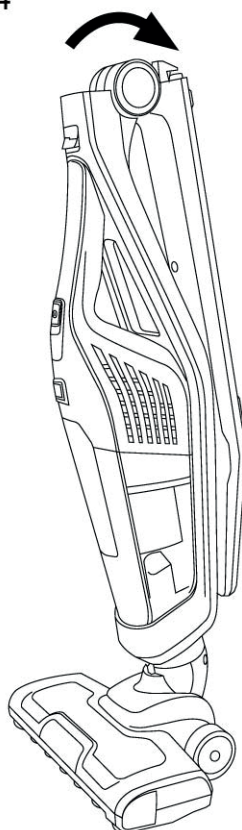

Fig.3b
- Fijar el depósito de agua a la parte trasera de la zapata de la aspiradora hasta oír un "click" y presionar el botón para abrir el pase del agua (Fig. 3b).